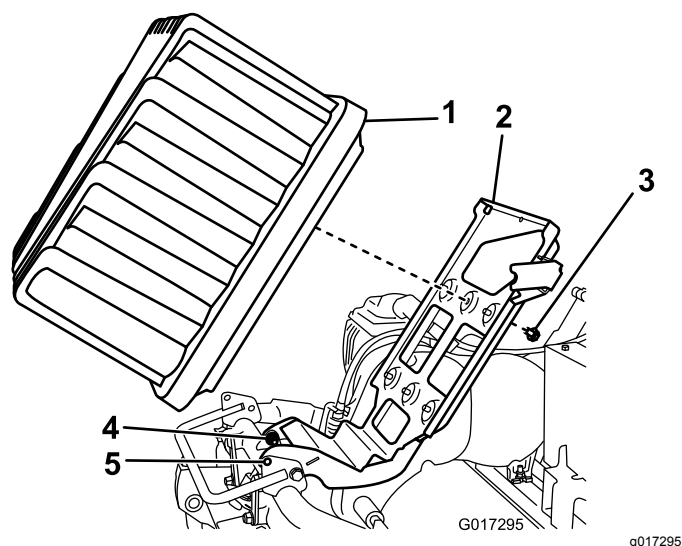

Рисунок 12
5. Ослабьте на пол-оборота оба болта (обе гайки) оси поворота (Рисунок 12).
6. Поднимите платформу аккумулятора до совмещения отверстий фиксации в основании и раме (Рисунок 12).